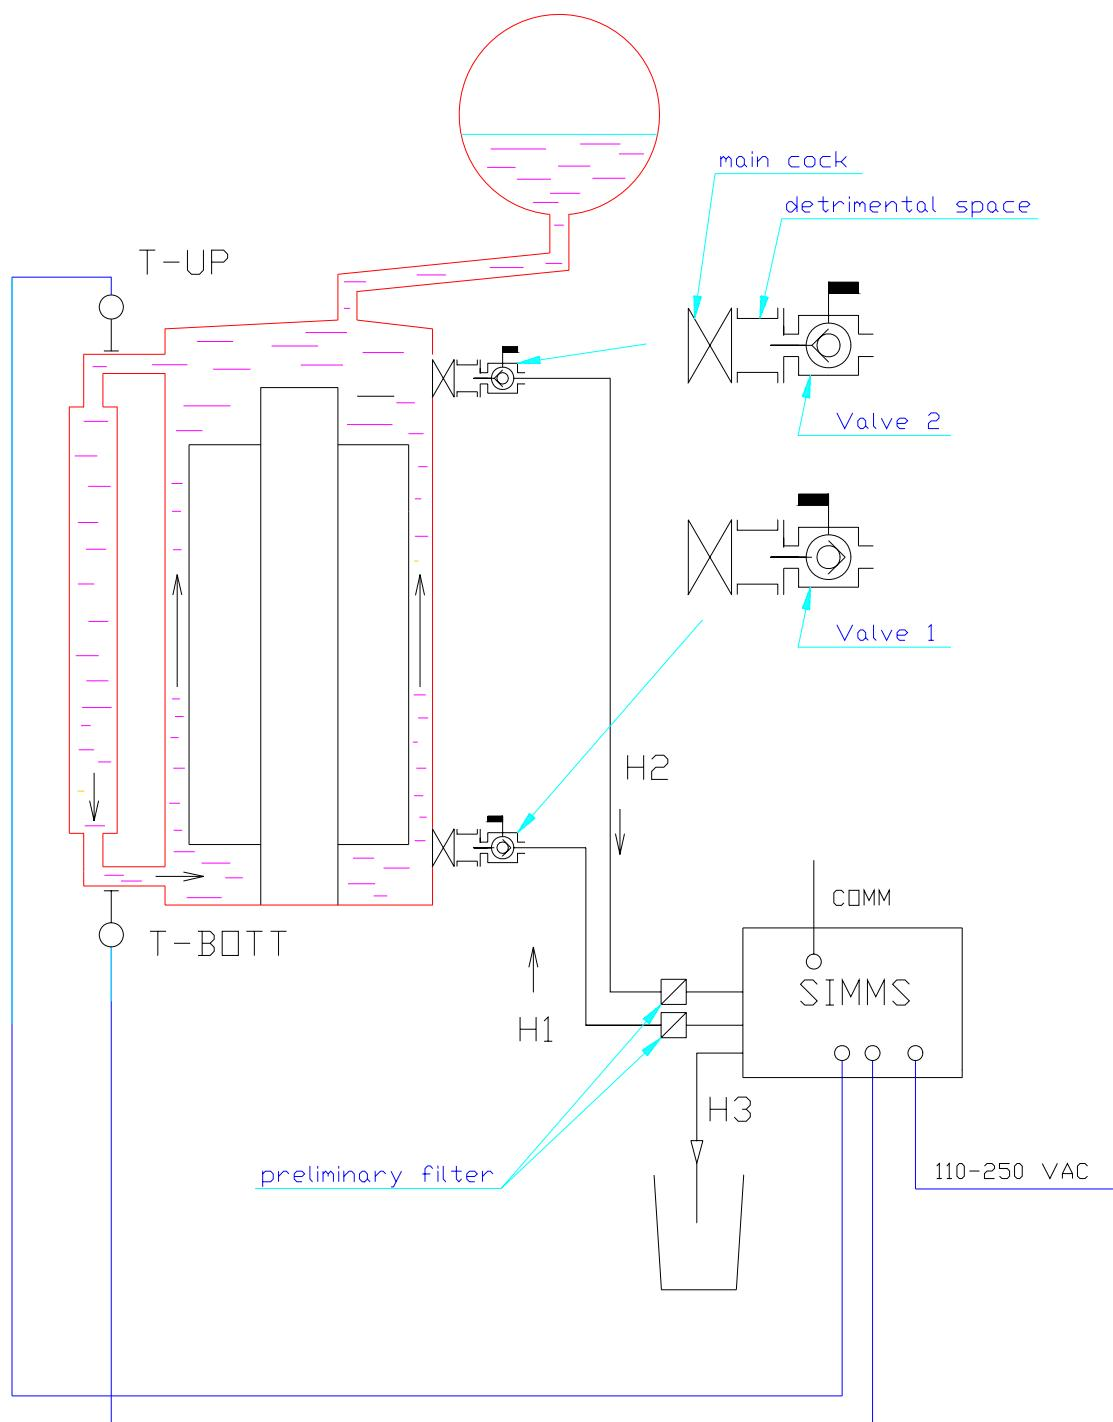

Bild 4 Schaltdiagramm **SIMMS 2P DU** – Strömungsrichtung des Öls von oben nach unten
- Falls die Probenentnahmepunkte nicht direkt mit der Ölfüllung verbunden sind (zwischen Entnahmepunkt und Ölfüllung existiert ein „schädlicher“ Raum, z.B. der Raum zwischen Schieber und dem Blindflansch des Filterpressventils – siehe Bild 4) – benutzen Sie stets die komplette Prozedur , die eine Evakuierung dieses schädlichen Raumes ermöglicht.
- Bringen Sie das **Ventil 2** am ersten **Haupthahn** an (d.h. an das obere Filter-Druckventil oder den oberen Proben-Entnahmehahn siehe Bild 4) des Transformators, und verbinden Sie es mit dem Schlauch H2, das andere Ende des Schlauchs H2 verbinden Sie mit dem **Vorschaltfilter** des ersten hydraulischen Anschlusses der SIMMS-Einheit.
- Schließen Sie SIMMS an den Lap Top an. (Siehe Bild 4.).
Bem.: Die Installationsprozedur ist dieselbe bei **SIMMS – 2P DU** (Richtung des Ölstromes von unten nach oben, **Down – Up**), und bei **SIMMS – 2P UD** (Richtung des Ölstromes von oben nach unten, **Up – Down**) – mit Ausnahme der Situierung der beiden Ventile 1 und 2 – siehe Bild 4.
Das Öffnen des **Probenentnahmehahns** (siehe Bild. 4) verbindet SIMMS mit dem potentiellen **schädlichen Raum** zwischen dem **Haupthahn** und dem **Probenentnahmehahn**.
Das Drehen des **Ventils 1** in die **Position 1** (siehe Bild 4 – hier ist das Ventil 1 in der Position 2 und muß in die Position 1 gedreht werden) verbindet SIMMS mit dem potentiellen unteren **schädlichen Raum** zwischen dem **Haupthahn** und dem **Ventil 1**.